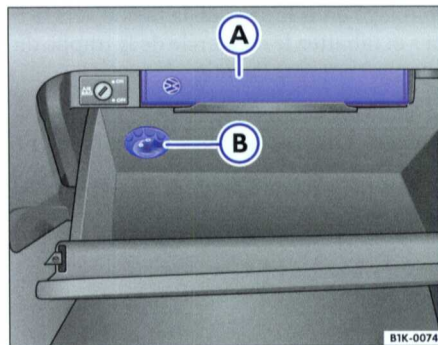

Fig. 65 Côté passager avant : boîte à gants ouverte avec Livre de Bord (A) et diffuseur d'air (B)
Le Livre de Bord ⇒ fig. 65 (A) doit toujours se trouver dans la boîte à gants.